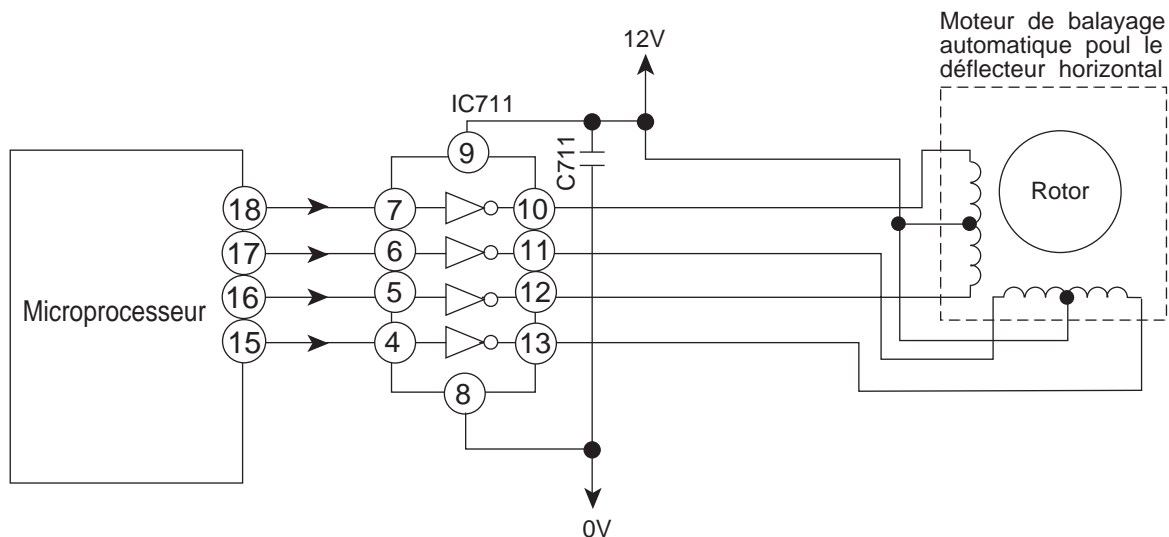

Fig.4-1
- La figure 4-1 représente le circuit de commande du moteur de balayage automatique; les signaux indiqués sur la figure 4-2 sont appliqués sur les broches (15) – (18) du microprocesseur.